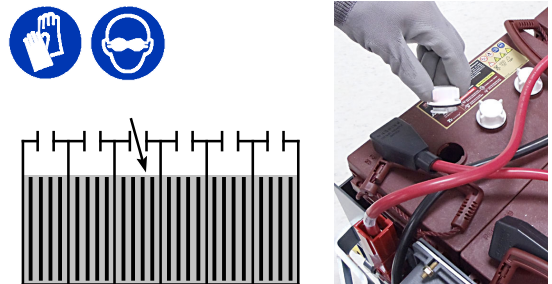

ABB. 100
1. Prüfen Sie den Elektrolytstand in allen Batterien (Abbildung 100). Siehe BATTERIEN.